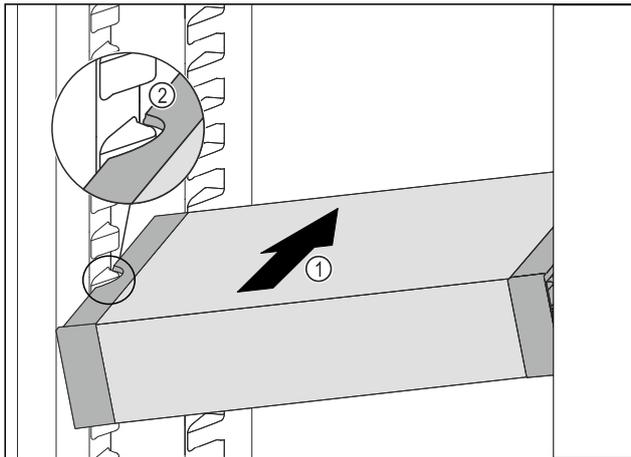

Fig. 123
- Inserire VarioSafe ad angolo nel vano frigorifero Fig. 123 (1), fino a quando le cavità laterali Fig. 123 (2) di VarioSafe non si trovano al livello della nervatura del contenitore nel vano frigorifero.